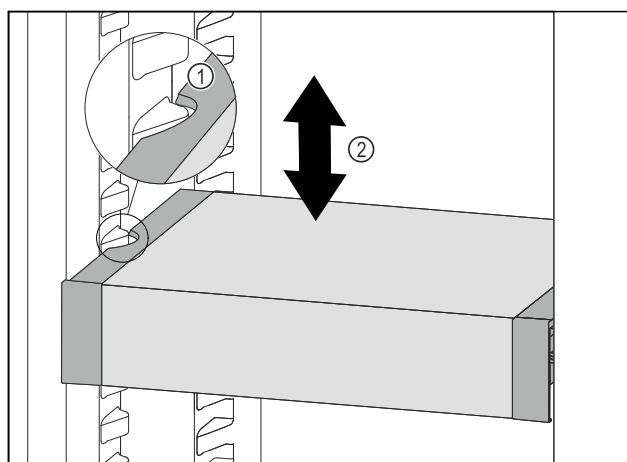

Fig. 129
- VarioSafe w chłodziarce przesunąć w górę lub w dół, aż zostanie osiągnięta żądana wysokość. Fig. 129 (2)